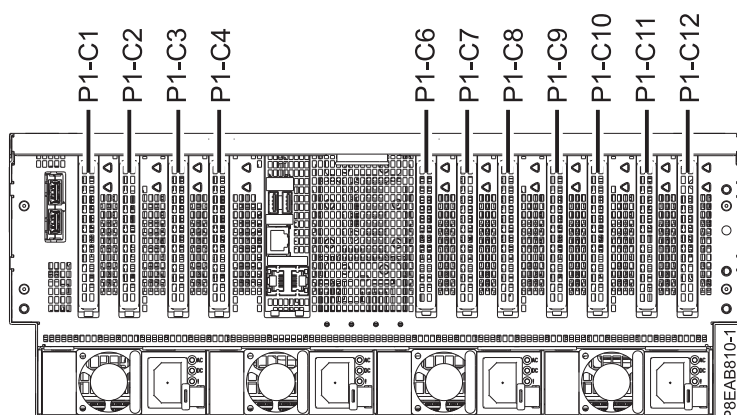

Figura 24. Ubicacions de les ranures de l'adaptador PCIe al sistema 8408-44E o 8408-E8E
6. Familiaritzeu-vos amb les ubicacions de les ranures de l'adaptador PCIe. Els adaptadors PCIe s'instal·len a la part posterior del sistema. A la Figura 24 es mostren les ubicacions dels adaptadors PCIe en un sistema 8408-44E o 8408-E8E.